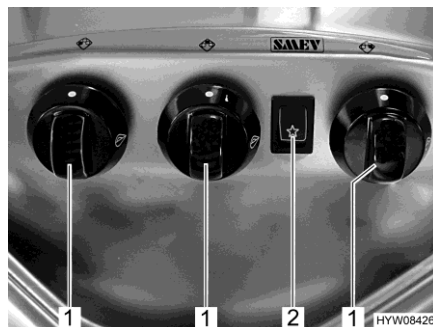

Fig. 181 Elementi di comando (fornello a gas)
- Ruotare il pomello girevole (Fig. 181,1) dell'impianto a fiamma libera desiderato in posizione accesa (fiamma alta).
- Premere l'interruttore a bilico (Fig. 181,2). Sul bruciatore vengono prodotte scintille.